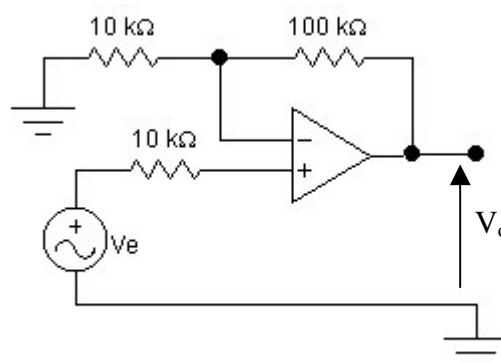

Figura 3 – Estudo da entrada não-inversora.
3.1. Idem ao item 2.1, mas agora para o circuito da figura 3.